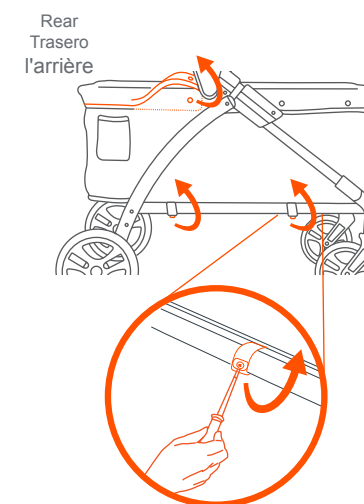

Fig. 16b
• Remove the screws from the bottom of the frame (Fig. 16b).
• Undo the hook and loop on the rear end of the frame (Fig. 16b).
• Retire los tornillos de la parte inferior del armazón (Fig. 16b).
• Desprenda el gancho y bucle en el extremo trasero del armazón (Fig. 16b).
• Retirer les vis de la base du cadre (Fig. 16b).
• Défaire la fixation en crochet et boucle à l'extrémité arrière du cadre (Fig. 16b).